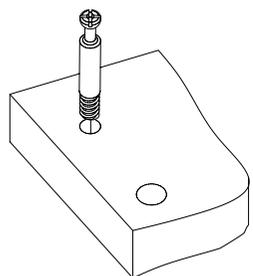
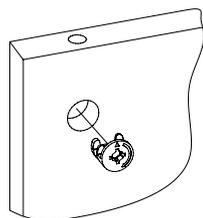

Рис.4
Рис.5
- Вкрутите шпильки минификсов в детали 1, 2, 3 и деталь 1 от ИЗ-560 (Рис. 4). Вставьте головки минификсов в детали 2, 3, 4, 5, 6, 8, 9 (Рис. 5).